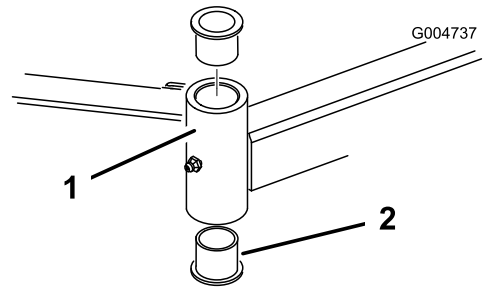

Figura 21
4. Inserite un punteruolo nella parte superiore o inferiore del tubo di fissaggio, e spingete la boccola fuori del tubo (Figura 21). Estraete dal tubo anche l'altra boccola. Pulite l'interno dei tubi di fissaggio.